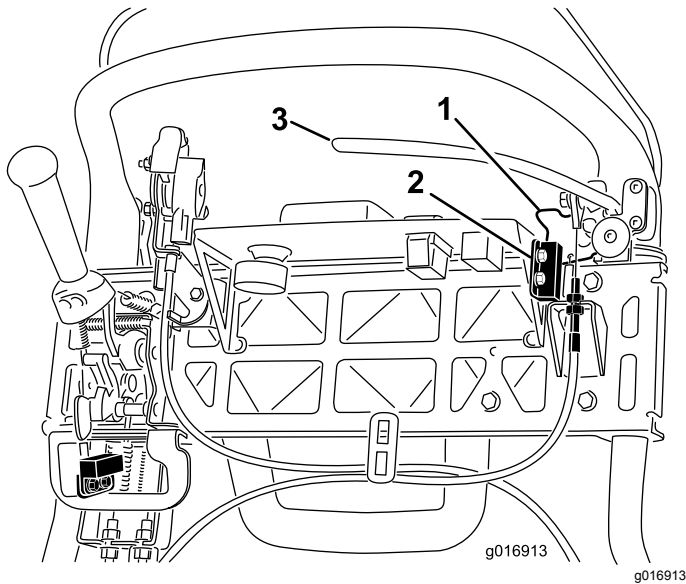

Bild 43
- Lösen Sie die Befestigungsschrauben des Sicherheitsschalters (Bild 43).
- Legen Sie eine 1,6 mm dicke Beilagscheibe zwischen den Feststellbremsriegel und den Sicherheitsschalter (Bild 43).